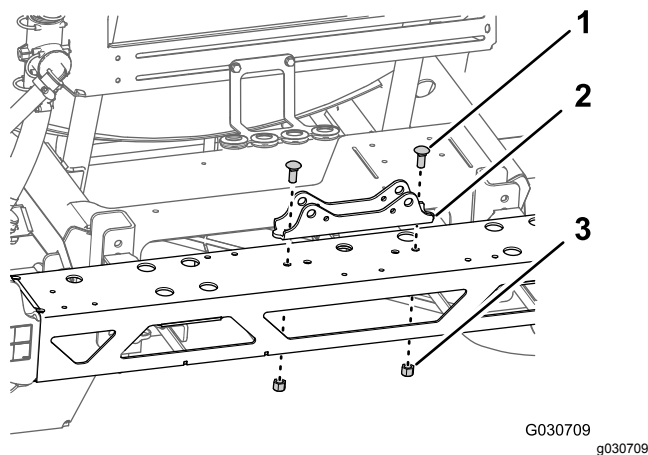

Figure 80
- Retirez les 2 boulons de carrosserie (1/2" x 1 1/4") et les 2 contre-écrous à embase (1/2") qui fixent le support de vérin à la section de rampe centrale, et déposez le support (Figure 80).